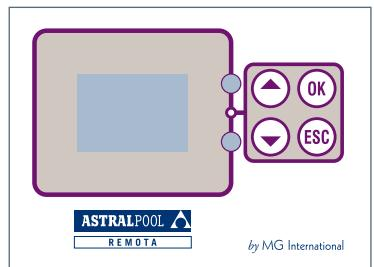

fig.5 - Teclado de navegación Remota™ versión Confort™
- pulse el botón “OK” (fig.5) de Remota™ para acceder al menú Ajuste.
- mediante las flechas del teclado Remota™ (fig.5), coloque el cursor sobre “Adjust pH 7” y valide pulsando la tecla “OK”.
- pulse la tecla “OK” (fig.5) de Remota™ para acceder al menú de ajuste.
- mediante las flechas del teclado Remota™ (fig.5), coloque el cursor sobre “Ajuste T°” y pulse la tecla “OK”.
- mediante las flechas “arriba” ▲ y “abajo” ▼ (fig.5), ajuste la temperatura mostrada en la pantalla hasta hacerla coincidir con la temperatura indicada por el termómetro de referencia.